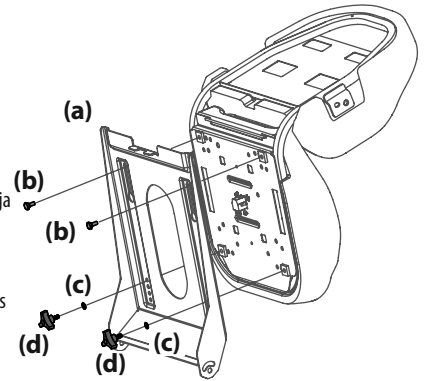

Figura 4
- a. Para el asiento que se Ajusta con Perillas inserte los pernos (b) en los orificios traseros y trabe la arandela (c) y las perillas (d) en el frente. Ajuste bien. Consulte la Figura 4.